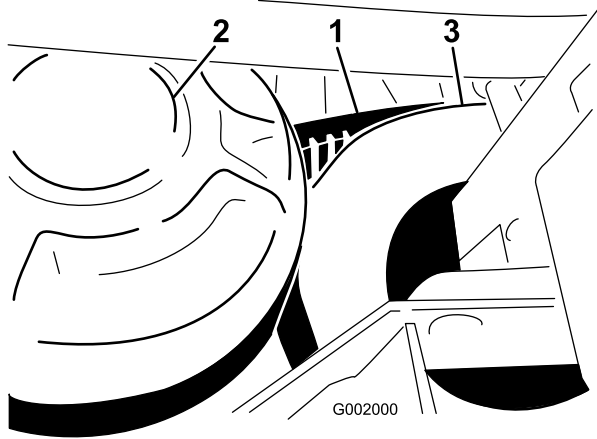

図 66
1. 二次クラッチを回しながら二次クラッチ部分でベルトを外す (図 66)。